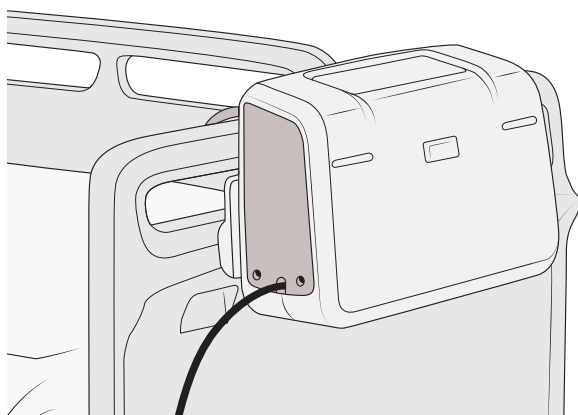

Figura 35
1. Cuelgue el compresor Auralis en los pies de la cama (véase la figura 35). Asegúrese de que el compresor no esté: